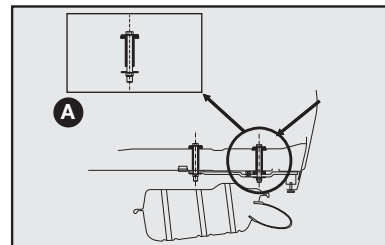
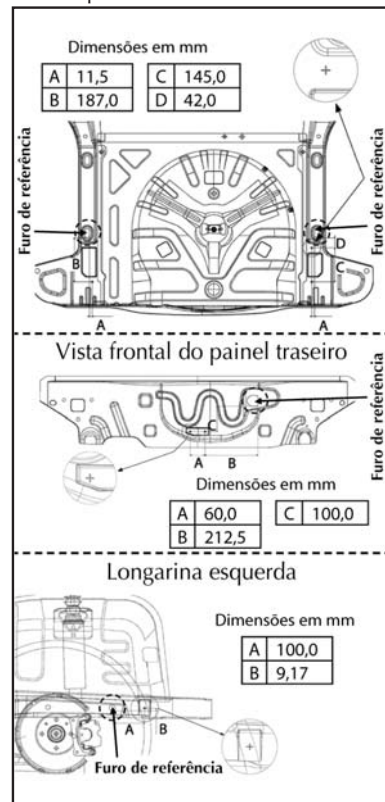

fig. 3
fig. 4
- Efetuar no veículo a furação com \varnothing (diâmetro) 11 mm traspassando o assoalho posterior (ver detalhe **A-fig. 3**) e a longarina nas marcas esquemáticas indicadas na **fig. 4**.